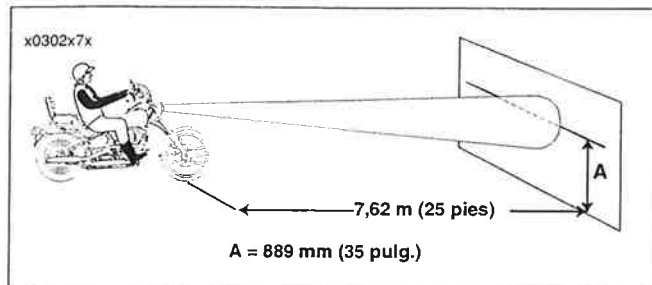

Figura 1-65. Alineación del faro
3. Vea la Figura 1-65. Coloque la motocicleta a 7,62 m (25 pies) de una pantalla o pared. Mida la distancia directamente desde abajo del eje delantero a la base de la pantalla/pared.